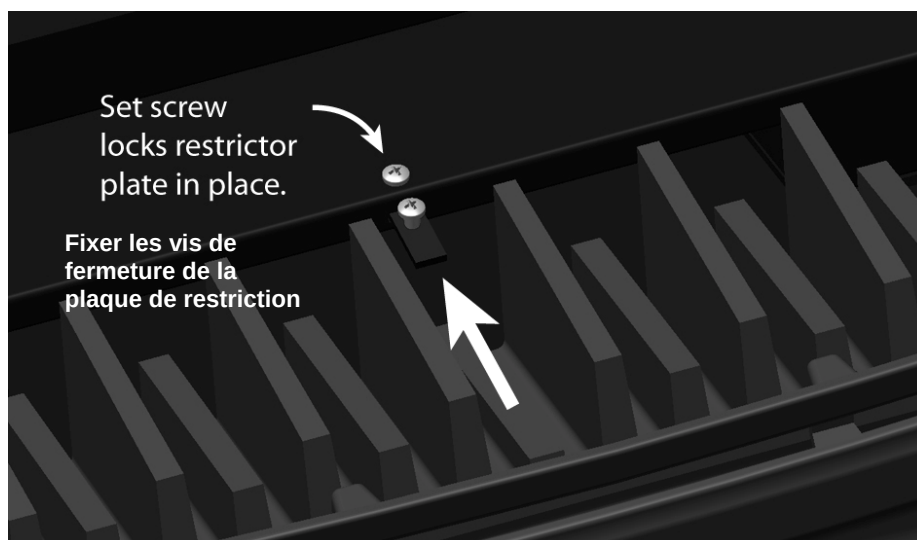

Figure 22 - Plaque de restriction totalement fermée
- 🔥 Les terminaisons verticales demandent certaines restrictions afin de maintenir les performances. Référez aux *Figures 22 – 24* afin de bien ajuster la plaque de restriction
La plaque de restriction est utilisée afin de contrôler un tirage excessif si nécessaire. Contrôler le tirage modifie aussi l'esthétique de la flamme. La plaque de restriction a une gamme de réglages illimités. Voir les Figures 22 – 23). Le point d'ajustement est sur le dessus, au centre de la boîte de combustion, accessible lorsque le dessus en fonte est enlevé